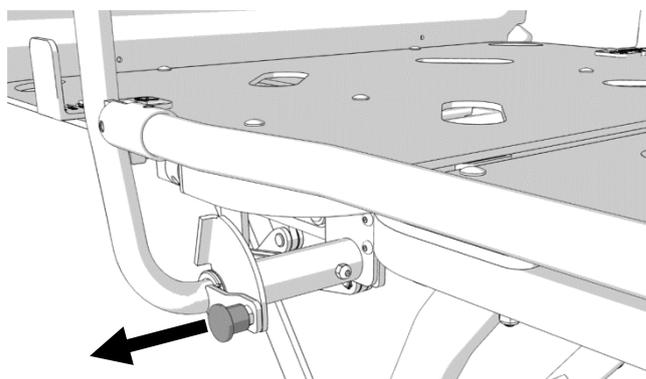
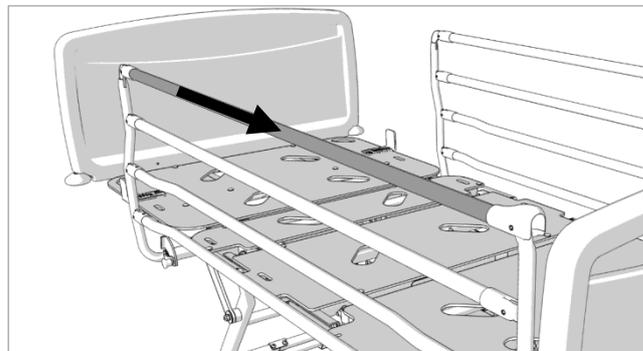

Figure 7.3
Figure 7.4
- b. Pour abaisser la barrière latérale, tenez la barre supérieure et tirez sur le piston de verrouillage vers l'extérieur du lit comme indiqué sur la Figure 7.3. Poussez la barre supérieure vers la tête du lit et abaissez avec précaution la barrière latérale jusqu'à ce qu'elle soit complètement abaissée. Si le piston de verrouillage ne se libère pas, tirez doucement la barre supérieure de la barrière latérale dans le sens indiqué sur la Figure 7.4 tout en tirant sur le piston de verrouillage vers l'extérieur du lit.